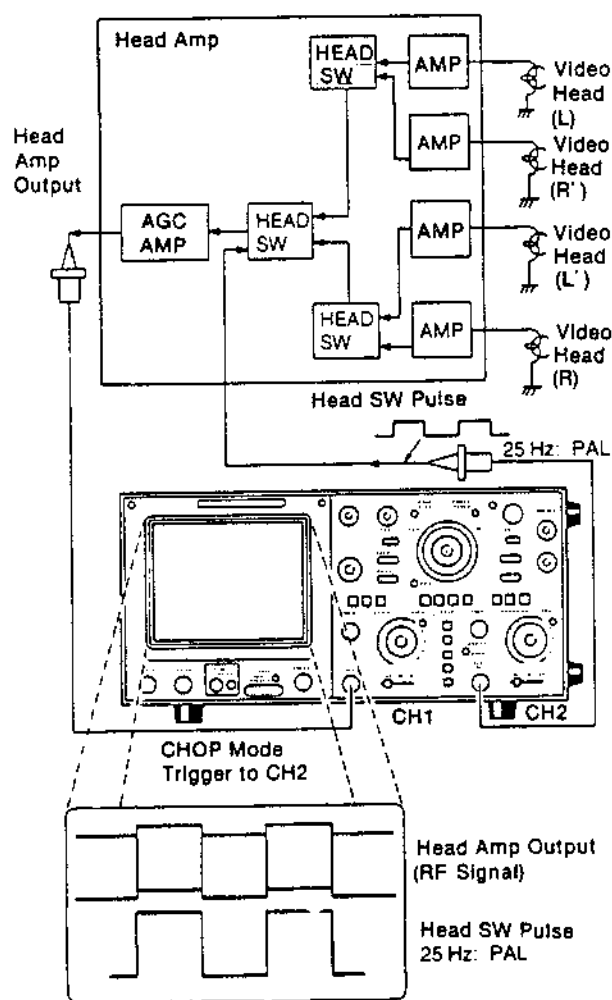

Fig. 2-18
Das Oszilloskop an den Ausgang (FM-Hüllkurve) des Videokopf-Signalverstärkers anschließen, wie in Fig. 2-18 angegeben.
Den Kopfschaltimpuls als Triggersignal für eine stabile Wellenform des FM-Videofrequenz-Hüllkurve am Oszilloskop benutzen, siehe Fig. 2-18.
- Das Oszilloskop an den Ausgang des Videokopf-Signalverstärkers anschließen, wie in Fig. 2-18 angegeben.